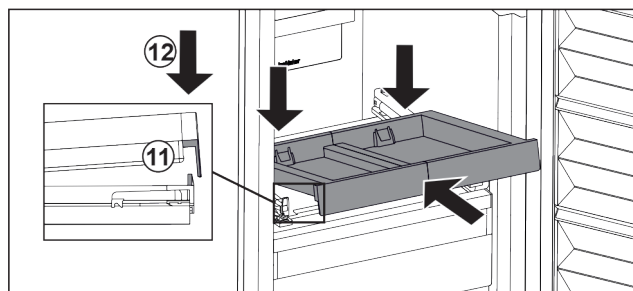

Fig. 198
- Schräg einschieben. Darauf achten, dass auf beiden Seiten der Anschlag hinter der Lasche ist. Fig. 198 (11)
- Auszugsbord vorne absetzen. Fig. 198 (12)